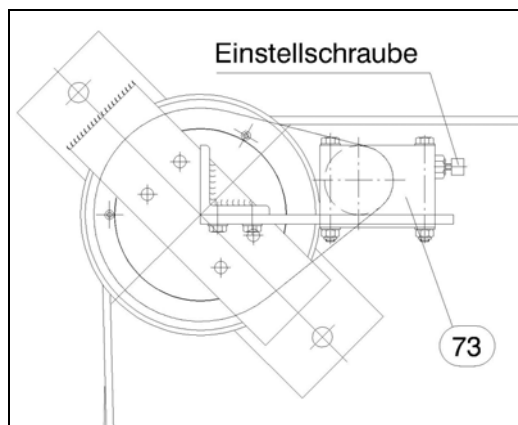

Abb.5
Hubtore ohne weitere Anforderung wie Feststellanlage, Öffnungshilfe etc. werden, soweit nicht anders bestellt, werkseitig mit einem Radialdämpfer (73) zur Begrenzung der Schließgeschwindigkeit ausgestattet, Abb. 5. Dieser wird werkseitig an die Seilrolle (4) vormontiert und als Einheit ausgeliefert. Die Freilaufriechung ist dabei entsprechend den Kundenangaben zur Gewichtskastenordnung vormontiert.